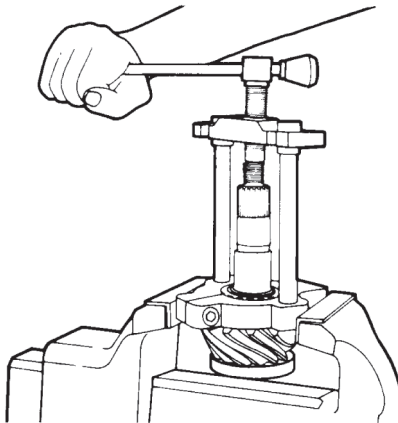

Figura 33
- K - Retire, si es necesario, el cono del rodamiento trasero utilizando un extractor adecuado o una prensa (figura 33).